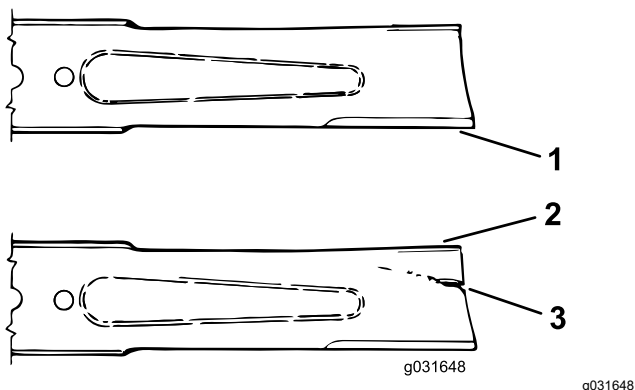

Figure 71
3. Examinez attentivement les tranchants de la lame, particulièrement au point de rencontre de la partie plane et de l'ailette (Figure 71).